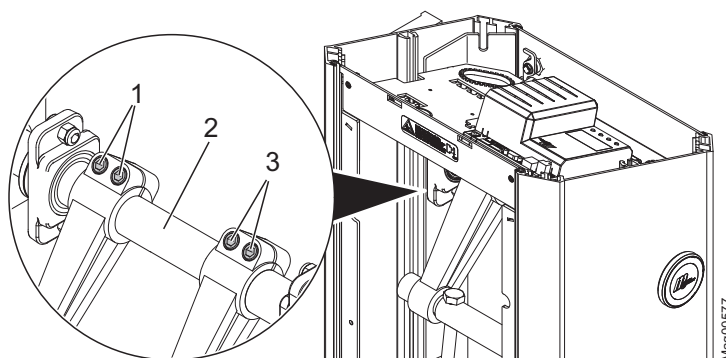

Bild 29: Lossa de inre sexkantbultarna Access XL2
- Access XL2: Se sida 70, Bild 29.